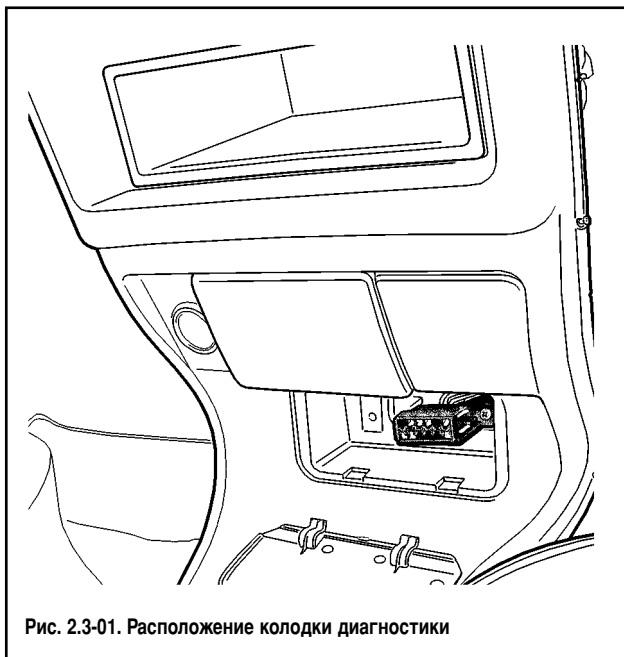

Рис. 2.3-01. Расположение колодки диагностики
5) обеспечение взаимодействия с диагностическим оборудованием. О наличии неисправности система бортовой диагностики сигнализирует включением сигнализатора. Затем система бортовой диагностики должна обеспечить при помощи специального оборудования получение диагностической информации, хранящейся в памяти контроллера. Для этого в системе управления двигателем организован последовательный канал передачи информации, в состав которого входят контроллер ЭСУД (в роли приемопередатчика), стандартизованная колодка для подключения диагностического прибора (рис. 2.3-01) и соединяющий их провод (К-линия). Помимо колодки стандартизованы также протокол передачи информации и формат передаваемых сообщений. Кроме получения информации о выявленных неисправностях и состо-